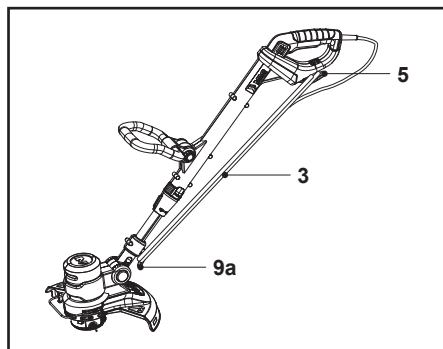

Fig. 28
5. Enrouler le cordon d'alimentation (3) sur les deux supports de câble (5, 9a) et le fixer à l'aide d'un clip de cordon approprié (Fig. 28).